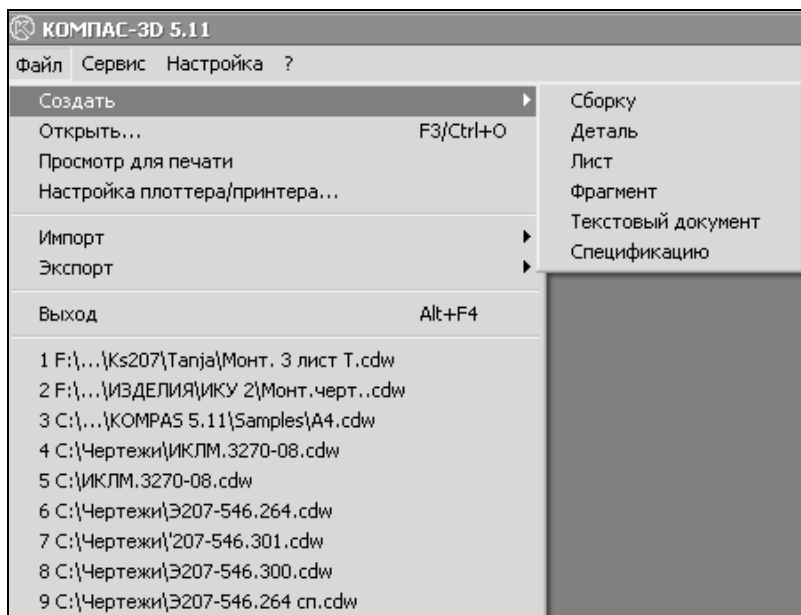

Рис. 2.2. Выпадающее меню пункта **Файл** с раскрытым пунктом **Создать**
- подведите курсор мыши к пункту **Файл** и щелкните ЛК мыши. В данном случае выпадающее меню (рис. 2.2) этого пункта состоит из команд: **Создать**, **Открыть**, **Просмотр для печати**, **Настройка принтера/плоттера**, **Импорт**, **Экспорт** и списка девяти ранее открытых документов (если пользователь ранее работал с системой).
- переместите курсор на пункт **Создать**. Появится подменю, которое вы видите на рис. 2.2. В данном случае команды подменю предназначены для выбора режима работы;